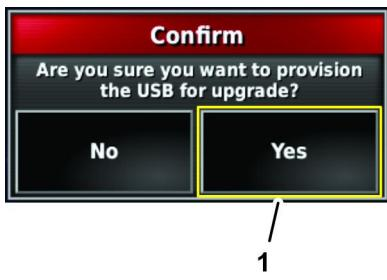

Figura 21
6. En el cuadro de diálogo Confirmar, pulse el ícono Sí (Figura 21).